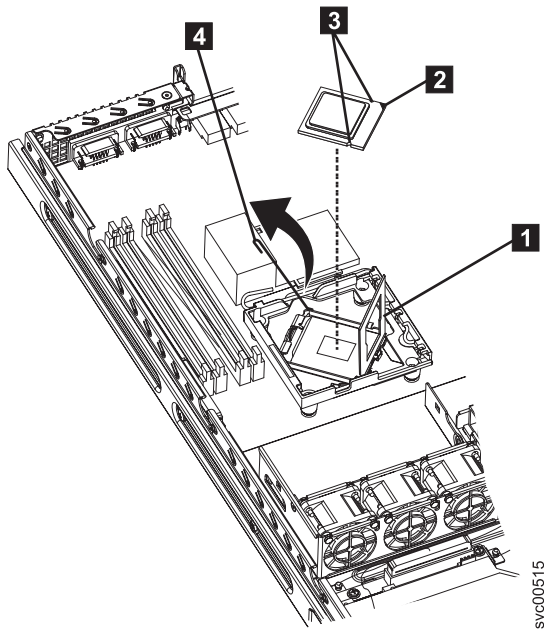

図 264. SAN ボリューム・コントローラー 2145-8A4 マイクロプロセッサ
1. 310 ページの図 264 に示すように、マイクロプロセッサ・ブラケット・フレーム **1** および解放ラッチ **4** の両方が完全に開いていることを確認します。
2. 図 264 に示すように、マイクロプロセッサをソケットに位置合わせします。(位置合わせマーク **2** およびノッチの位置 **3** に注意してください)。